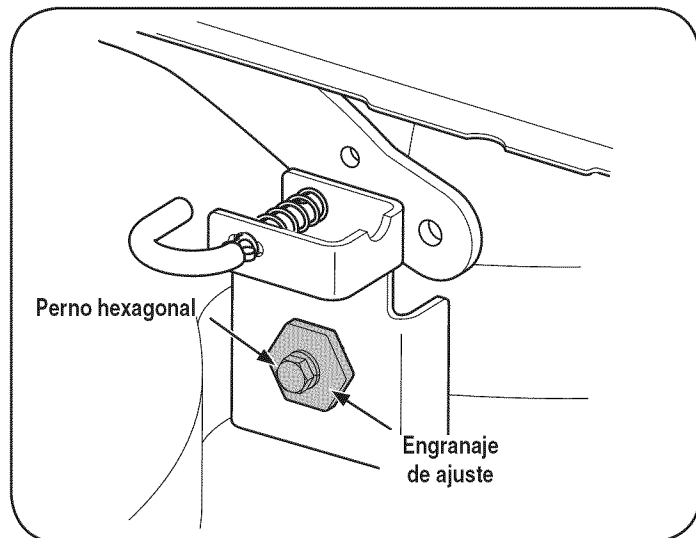

Figura 28
3. Afloje, pero NO extraiga, el perno de cabeza hexagonal ubicado en la ménsula de suspensión izquierda de la plataforma. Vea la Figura 28.
4. Con una llave, levante o baje el lado izquierdo de la plataforma girando el engranaje de ajuste. Vea la Figura 28.